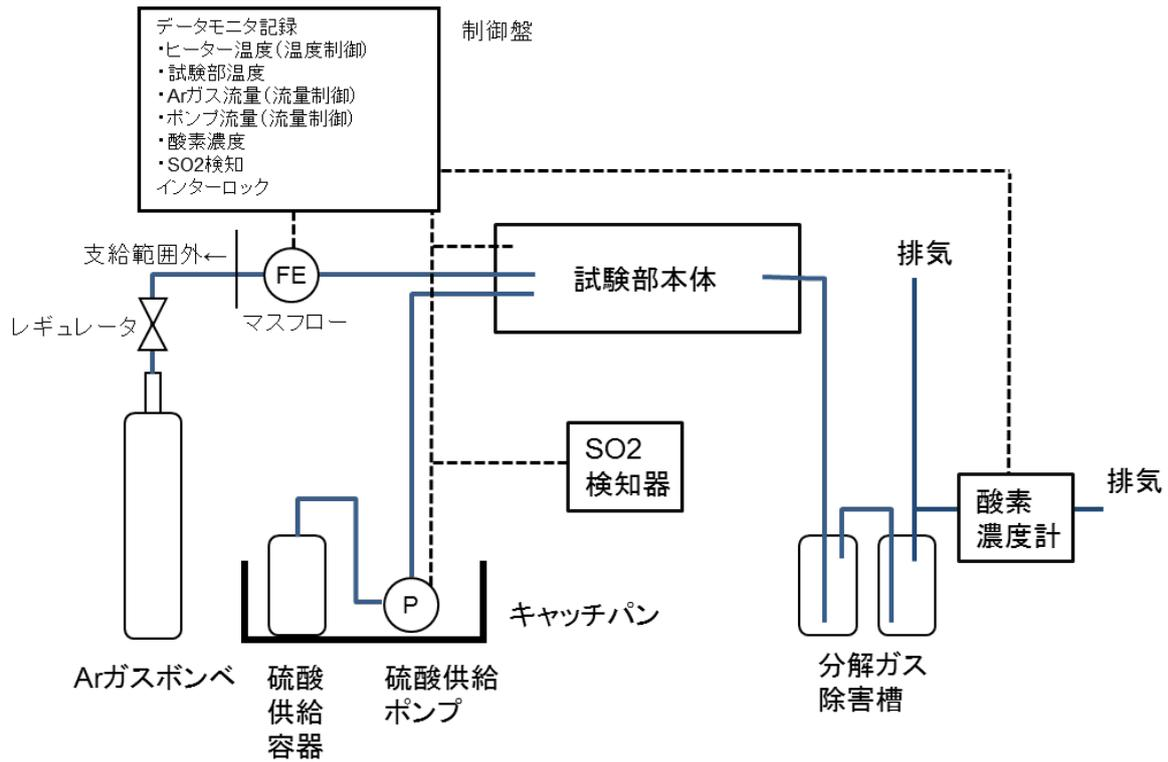

図1 材料腐食試験装置の概念図
#### (1) 材料腐食試験装置の概要 (図 1, 2 参照)
- ①供給液 : 95 wt%硫酸 (JIS 試薬一級または試薬特級相当)
- ②液送 : 耐食ポンプ (定量ポンプ) を用いて供給
- ③供給速度 : 2.0 mL/min (定常)
- ④バリアガス : アルゴンガス 200 mL/min (定常)
- ⑤試験温度 : 800-900℃
- ⑥試験部 : 石英管
- ⑦電気炉 : セラミック管状炉
- ⑧試験片 : 10×30×1t (mm) ×9 pcs.(600 時間用)